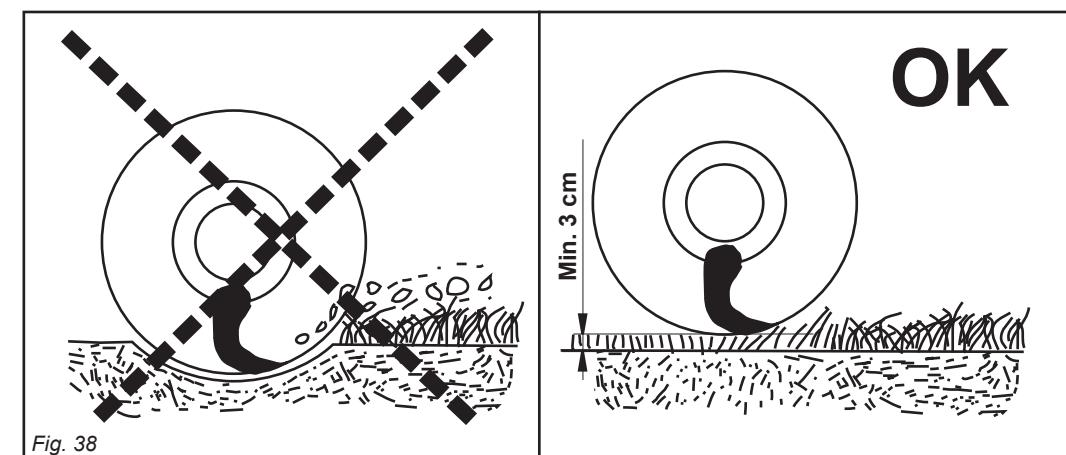

Fig. 38
- Se necessario regolare con il sollevatore l'altezza di lavoro, evitando che gli organi di taglio (coltelli o mazza) vadano a contatto con il terreno (Fig. 38).
- Regolando la posizione del rullo si aumenta o si diminuisce l'altezza di taglio rispetto al terreno (altezza min. 3 cm, Fig. 38).
- Adjust the work height with the power lift controls if necessary. Remember that the cutting tools (knives or hammers) must not touch the ground (Fig. 38).
- Adjust the position of the roller to raise or lower the cutting height from the ground (min. height 3 cm, Fig. 38).